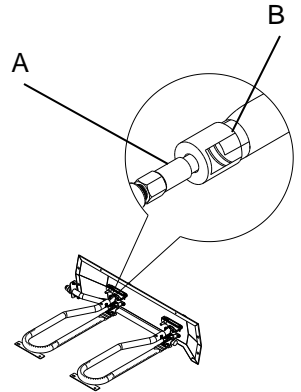

Fig.11
2. Assurez-vous que l’ergot de l’orifice (A) est à l’intérieur du venturi du brûleur (voir la Fig. 11).